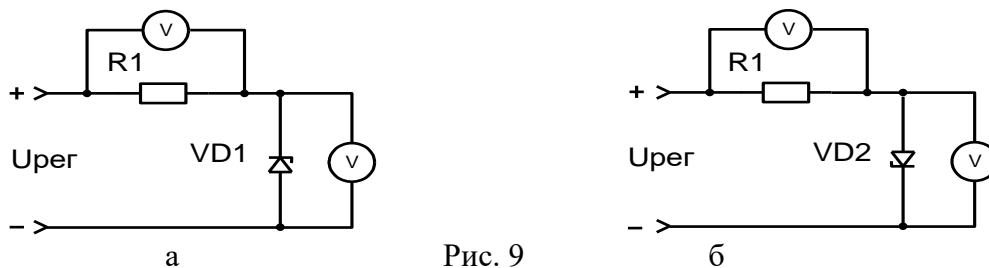

Рис. 9
1. Рассчитать параметрический стабилизатор рис. 9,а на заданное значение нагрузки  $R_n$  с выходным напряжением 9В и нестабильностью 1% при нестабильности напряжения на входе 10%.
- Исследовать полупроводниковые стабилитроны VD1, VD2 рис. 9,а,б:
2. Снять амплитудные характеристики схем рис. 9, а,б  $U_{вых}=f(U_{вх})$  в диапазоне  $U_{вх}=-15В...+15В$ , результаты занести в таблицу 5.
Принципиальная схема макета, представленная на рис. 9, позволяет изучить основные свойства полупроводниковых стабилитронов. Для снятия прямой и обратной ВАХ стабилитронов на схемы подается регулируемое напряжение  $U_{рег}$  соответствующей полярности от регулируемого стабилизированного источника питания.
2. Для снятия амплитудных характеристик параметрических стабилизаторов рис.9, а,б в диапазоне  $U_{вх}=-15В...+15В$  на входе стабилизаторов изменяют напряжение регулируемого стабилизированного источника питания от 0 до +15В (не менее 10 точек), затем меняют полярность и снимают значения выходного напряжения при изменении входного от -15В до 0.